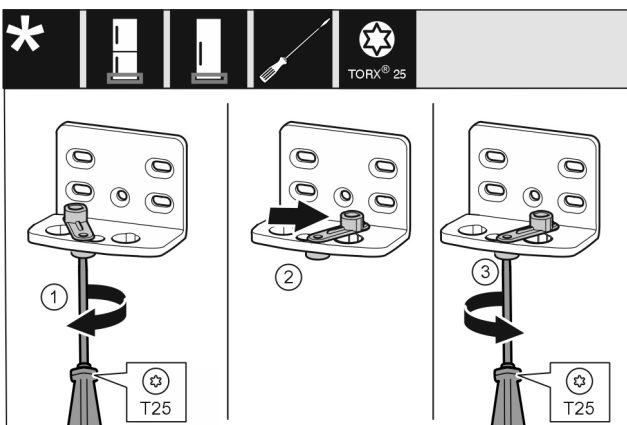

Fig. 17
- Schraube Fig. 17 (1) mit Schraubendreher lose schrauben.
- Türschließhilfe Fig. 17 (2) anheben und um 90° nach rechts in Bohrung drehen.
- Schraube Fig. 17 (3) mit Schraubendreher festschrauben.